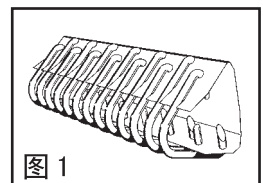

图 1
1. 安装前去除型（参见图1）。带扣尺寸：25, 1, 2, 3, 及 4-1/2 RHTX。